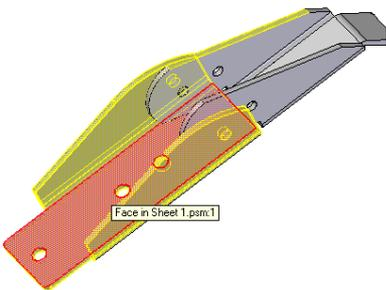
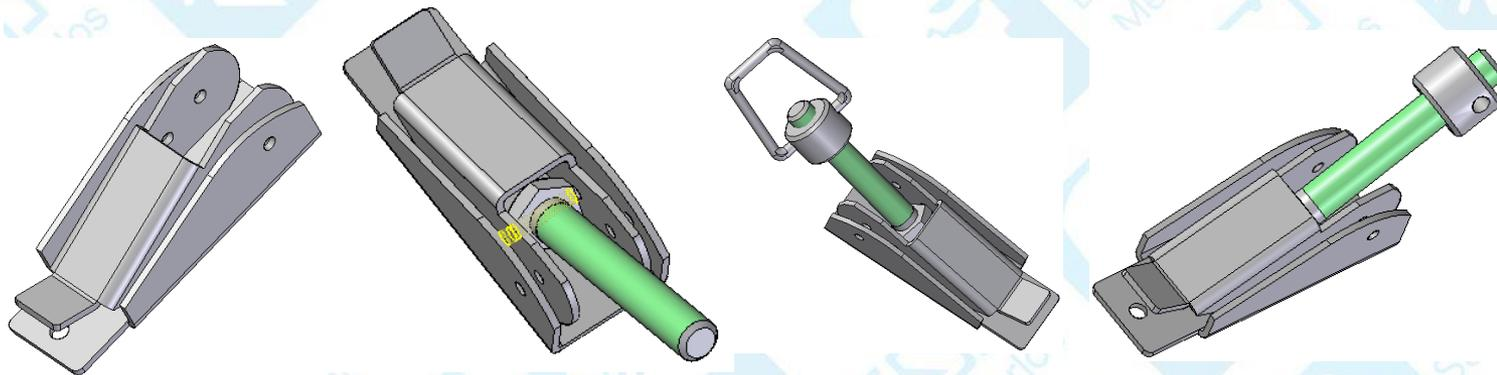

Figura 13
Figura 14
- Arraste a peça **Sheet 5** para a área de trabalho. Crie uma relação **Mate** entre os planos indicados na *Figura 13*. No campo **Angle Value**, digite o valor  $180^\circ$  e o resultado deve ser semelhante ao da *Figura 14*.